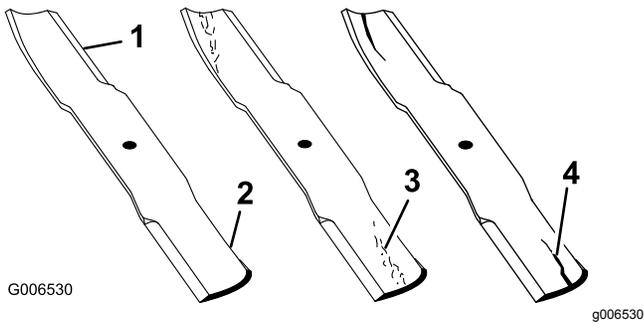

Figure 44
1. Examinez le tranchant des lames (Figure 44).
4. Remplacez immédiatement toute lame fendue, usée ou qui présente une entaille (Figure 44).